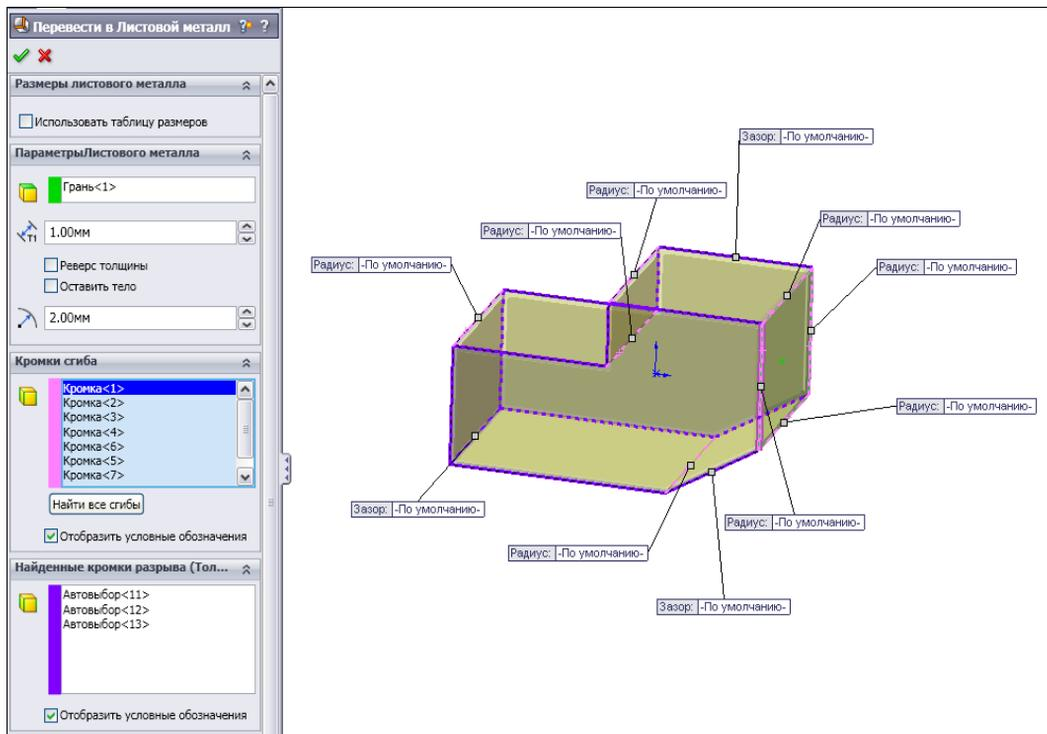

Рис. 4.59
3. Преобразуем эту твердотельную деталь в деталь из листового металла при помощи команды — **Преобразовать в листовой металл** (рис. 4.59).
В разделе **Найденные кромки разрыва** в автоматическом режиме указываются кромки, по которым будут сделаны разрывы (рис. 4.59).